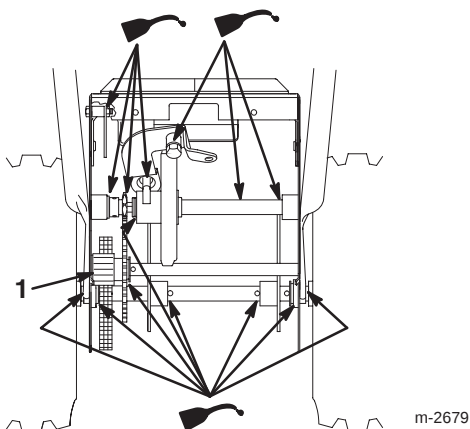

Bild 30
8. Das Achszahnrad leicht einfetten (Bild 30).